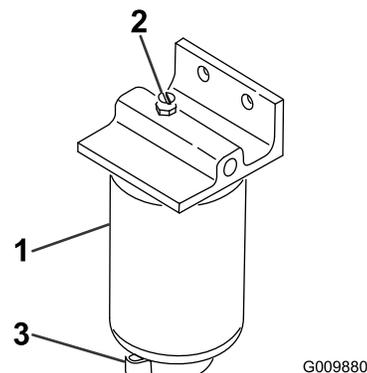

Figura 46
2. Allentate la valvola di spurgo situata nella parte inferiore della scatola del filtro (Figura 46).
1. Pulite la superficie circostante la scatola del filtro (Figura 46).